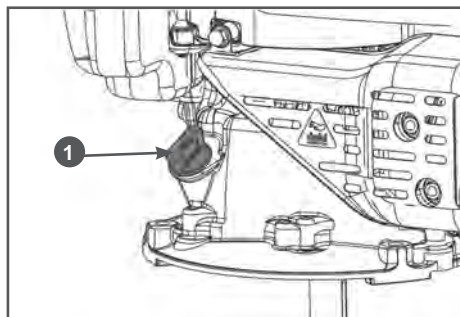

Рис. 6 Крышка-щуп маслозаливной горловины
2. Открутите крышку-щуп маслозаливной горловины и извлеките щуп (Рис. 6).
2. Выкрутите крышку-щуп 1 маслозаливной горловины и извлеките щуп (Рис. 6).